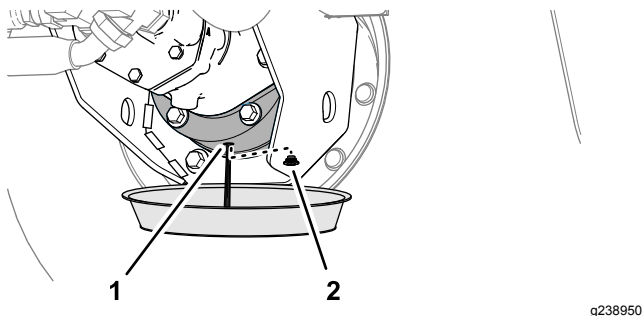

Figura 89
6. Coloque un recipiente debajo del alojamiento del freno, retire el tapón y deje que se drene el aceite por completo (Figura 89).